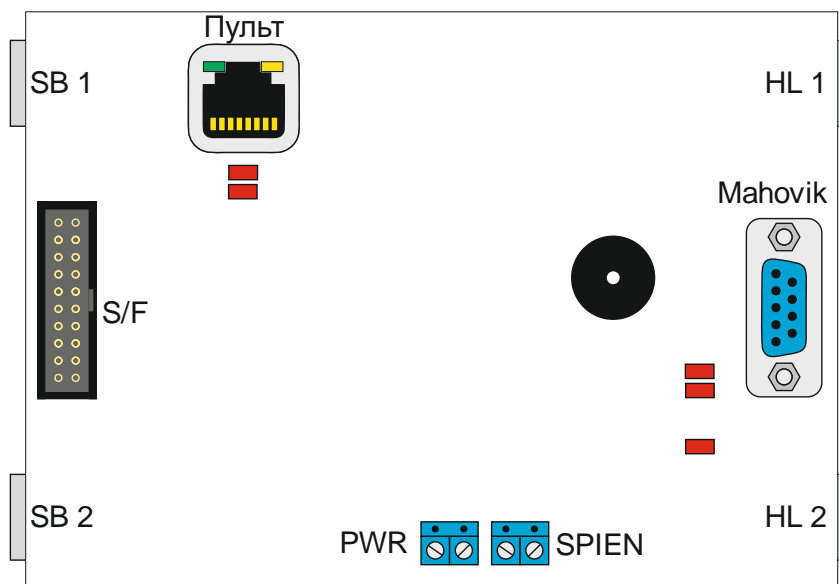
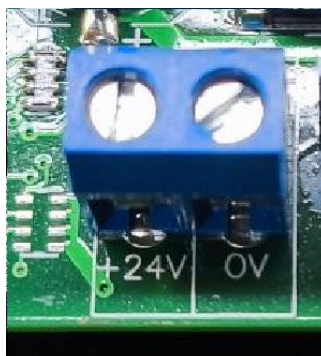
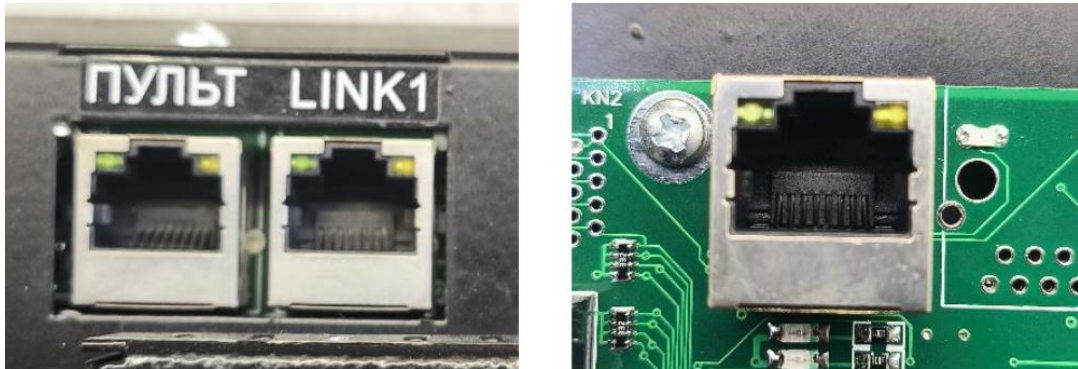

Рисунок 4 - Расположение разъемов
Рисунок 5 – фото разъема подключения питания
Рисунок 6 – фото разъемов подключения системы ЧПУ и пульта
1. Для подключения пульта к системе ЧПУ TITANIUM использовать стабилизированный импульсный источник питания напряжением 24В/2,5А. Ноль 24В необходимо заземлить. Питание подается на разъем «PWR» (см. рис. 4), полярность указана на плате, возле разъема (рисунок 5).
2. Соединить пульт оператора с системой ЧПУ TITANIUM, шлейфом 50см (входит в комплект поставки), подключив его в разъем «Пульт» (см. рис. 4) и разъем «Пульт» на системе ЧПУ TITANIUM (рисунок 6). В случае если Вам нужно разместить пульт на расстоянии больше, чем предусмотрен стандартный шлейф, то необходимо самостоятельно изготовить шлейф, Распиновка представлена на рисунке 7.